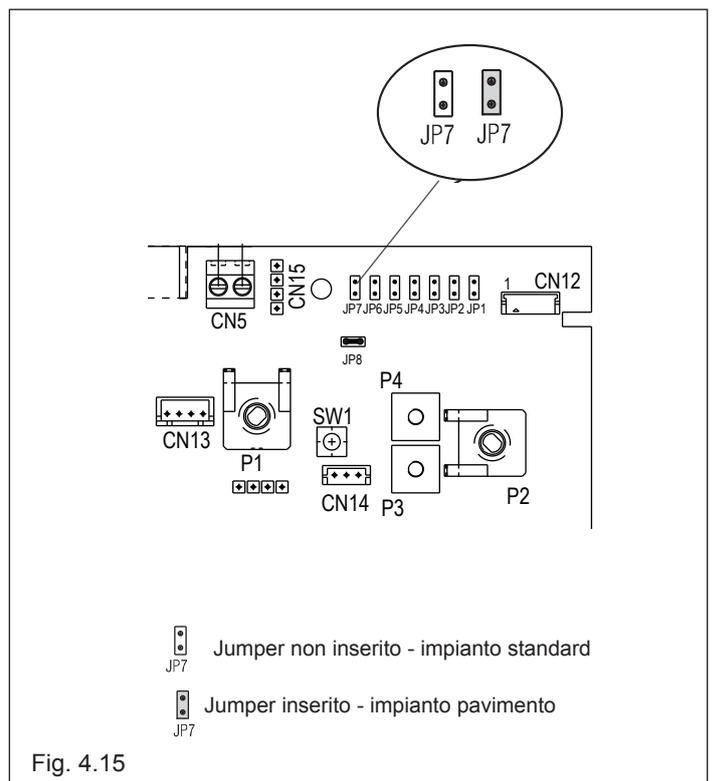

Fig. 4.15
- svitare le viti di fissaggio del coperchietto (F) per accedere alla morsettiera (fig. 4.15)
#### JUMPER JP7 - fig. 4.15: